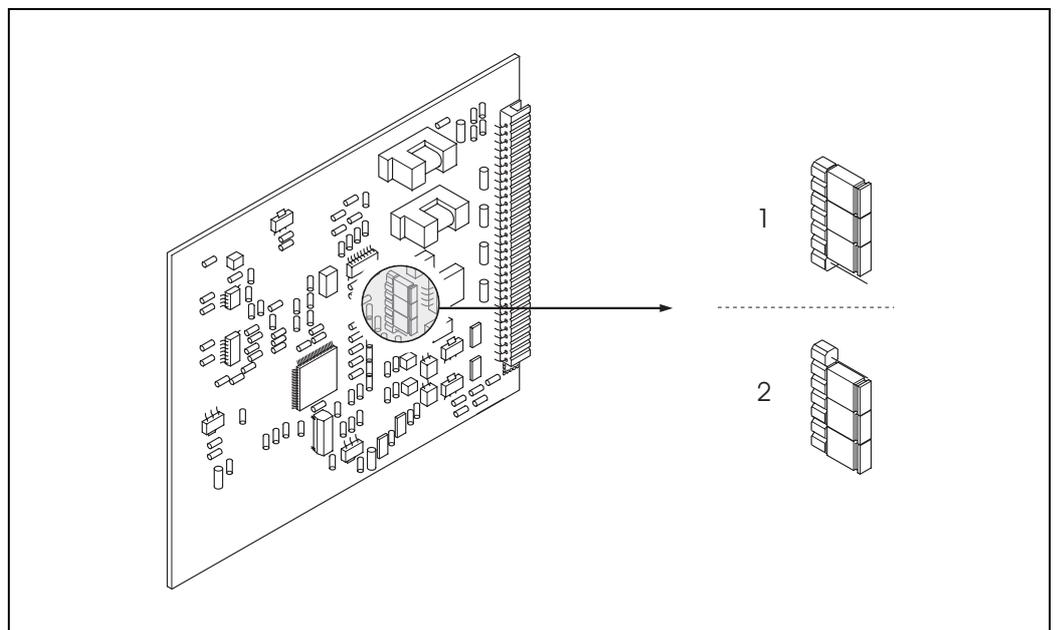

Fig. 28: Configuración de las salidas de corriente mediante los puentes (placa E/S)
3. Disponga la conexión de los puentes según se indica → Fig. 28